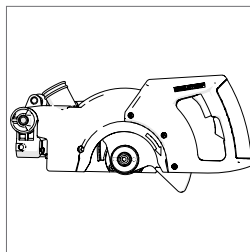

Fig. 1c
- La tête de coupe bloquée à la fermeture. (**Fig. 1c**).